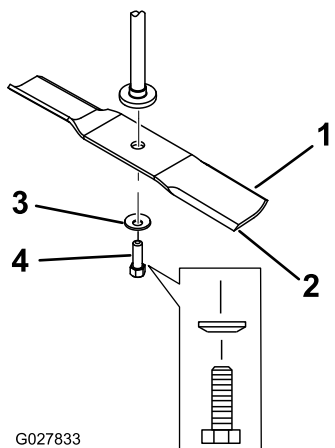

Figure 59
2. Enlevez de l'axe le boulon, la rondelle bombée et la lame (Figure 59).
1. Placez la lame sur l'axe (Figure 59).
2. Montez la rondelle bombée (face concave vers la lame) et le boulon de lame (Figure 59).